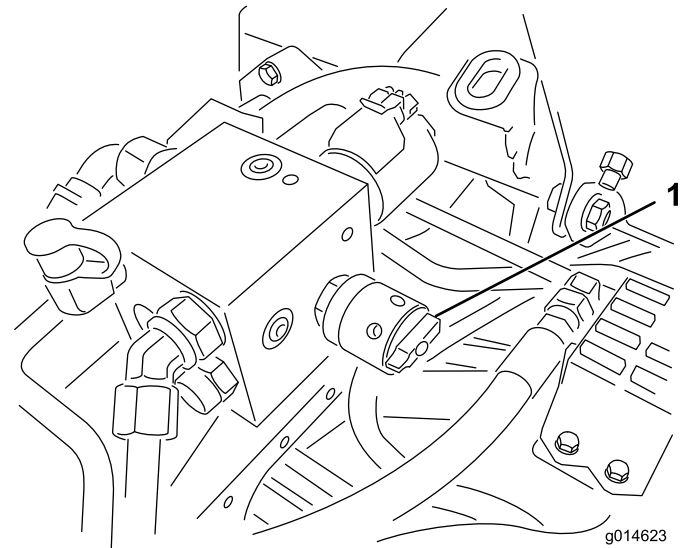

Figura 51
6. Gire el control de velocidad del molinete a la posición 1 (Figura 51).
4. Ajuste la velocidad de los molinetes girando el pomo (Figura 51) hasta que las flechas estén alineadas con el número determinado en el paso 3.